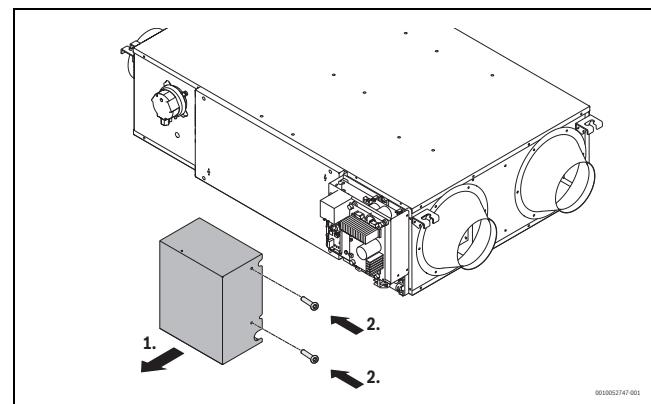

Bild 11
- Schrauben an den in Abb. 11 markierten Positionen abschrauben.